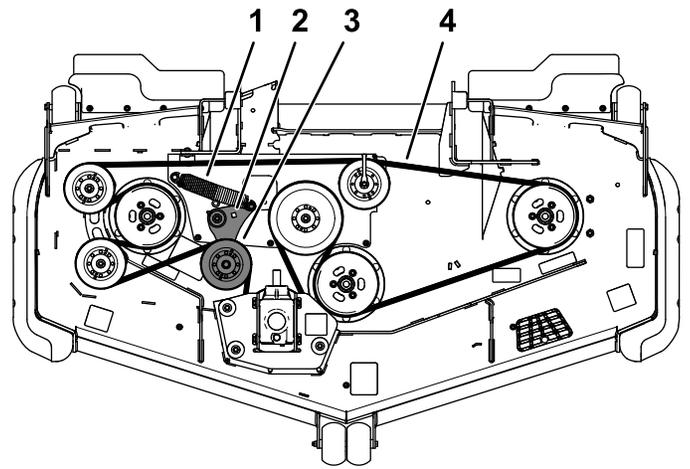
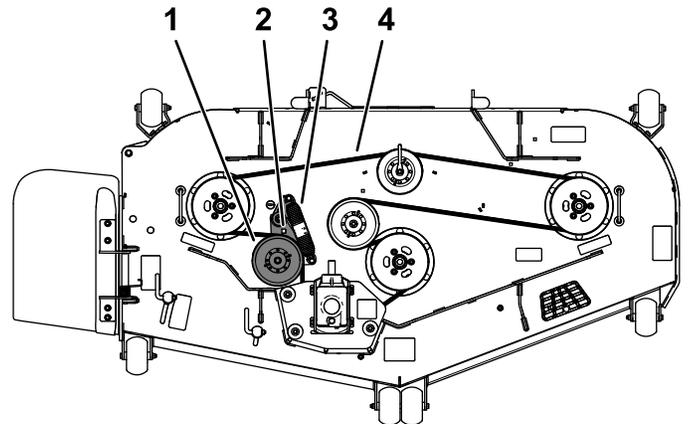

Figure 60
Figure 61
5. Insérez un rochet dans le trou carré du bras de la poulie de tension pour détendre le ressort de la poulie (Figure 60 ou Figure 61).
7. Installez la nouvelle courroie sur les poulies (Figure 60 ou Figure 61).
8. Veillez à engager les extrémités du ressort dans les rainures d'ancrage, puis insérez le rochet dans le trou carré et chaussez la courroie sur la poulie de tension (Figure 60 ou Figure 61).